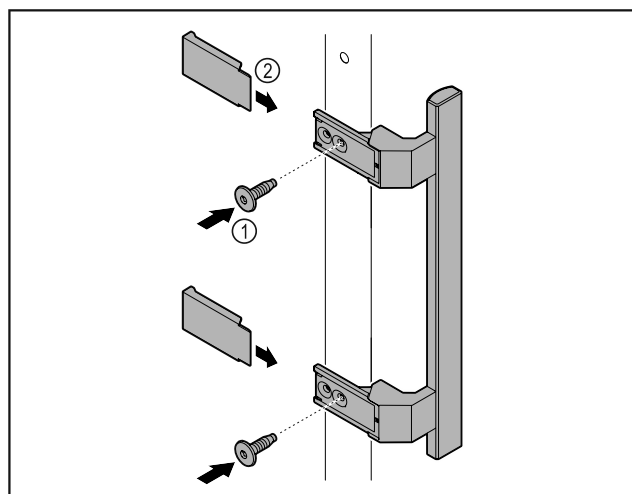

Fig. 5
- ▶ Pritvirtinkite rankeną iš priedų pridedamais varžtais Fig. 5 (1) prie durų.
- ▶ Uždėkite dengiamąją plokštelę Fig. 5 (2).